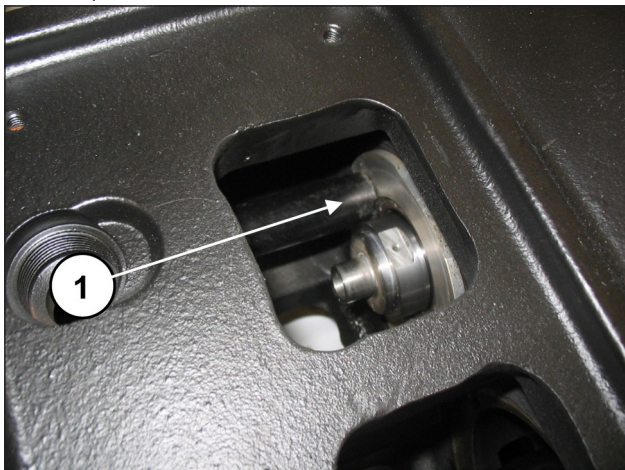
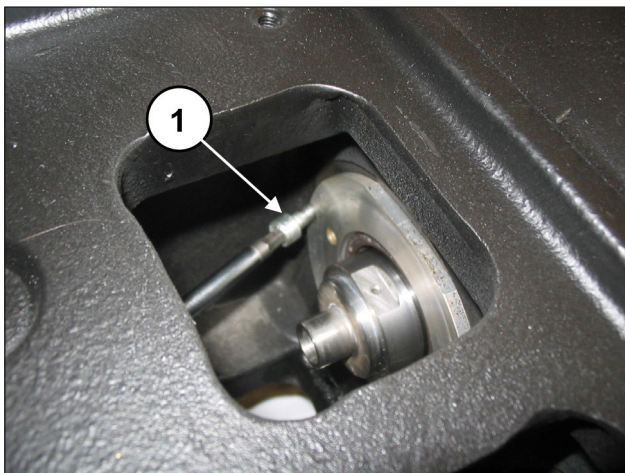

Abb. 172
Abb. 173
Überprüfen Sie den passgerechten Sitz des Deckels (Pos. ①, Abb. 172) und achten Sie darauf, nicht die Dichtlippe des Ölabbstreifings zu beschädigen. Befestigen Sie die Ölabbstreifring-Deckel anhand von 2 Schrauben M6x14 (Pos. ①, Abb. 173).